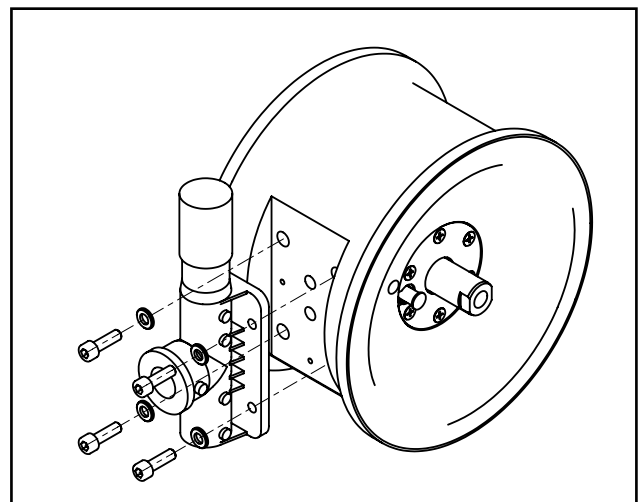

Fig. 19: DEPA AirSave System (DL15/25)
- Suelte los cuatro tornillos que la sujetan al bloque de control. Ahora ya se puede sacar la válvula de control completa, incluyendo el control piloto. Esta operación también se puede realizar sin desmontar previamente la bomba (Fig. 19).
- Suelte los cuatro tornillos de sujeción en el bloque de control. Ahora ya se puede sacar del bloque de control la válvula de control completa. Esta operación también se puede realizar sin desmontar previamente la bomba. (Fig. 19).